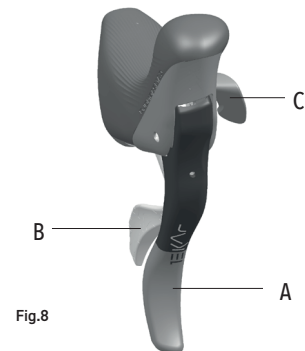

Fig.8
- La palanca B (Fig. 8) del mando derecho interviene en el cambio y hace que la cadena se desplace hacia arriba posicionándose en el piñón superior.
- La leva B (Fig. 8) se puede desplazar varios clics consecutivos para subir (un máximo de 3 piñones) la cadena con un solo movimiento.
- La palanca C (Fig. 8) del mando derecho interviene en el cambio y hace que la cadena se desplace hacia abajo posicionándose en el piñón inferior.